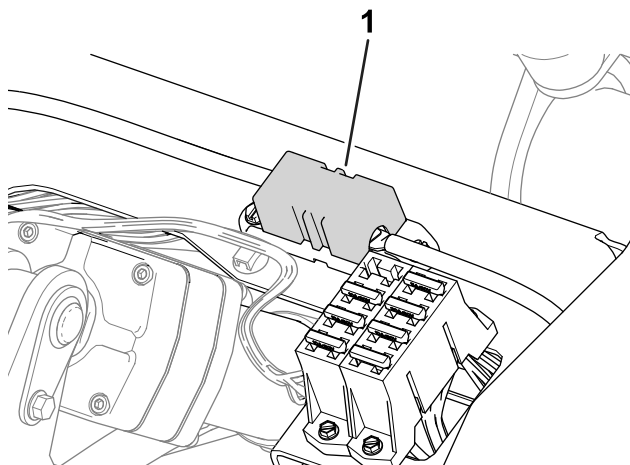

図 44
- 右ホイールモータのヒューズ60 Aは座席下にありません 図 44。